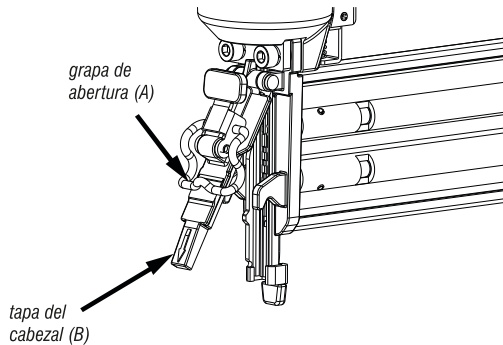

Fig. 11 – Abertura del cabezal
- 3 – Puje la grapa A y abra el cabezal B, Fig. 11;